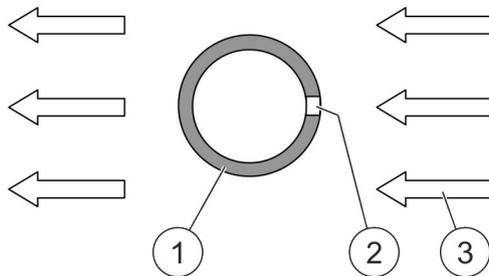

Abb. 29: Ansaugrohr und Luftstrom
2. ▶ Ansaugrohr (Abb. 29/1) mit den Ansaugbohrungen (Abb. 29/2) so ausrichten, dass die Ansaugbohrungen gegen den Luftstrom (Abb. 29/3), z. B. von Klimageräten oder Lüftern, gerichtet sind.